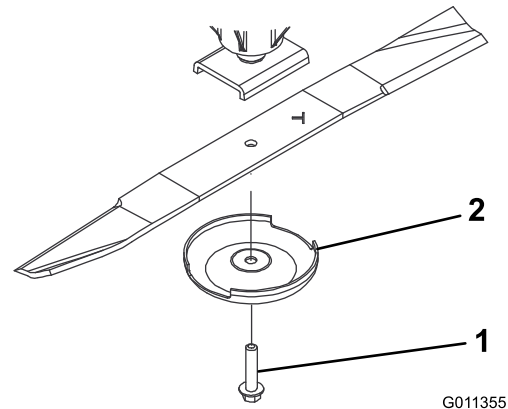

Figure 83
2. Tenez la lame par son extrémité avec un chiffon ou un gant épais. Enlevez le boulon, la coupelle de protection et la lame de l'axe de pivot (Figure 83).
3. Montez la lame, ailette vers l'unité de coupe, et fixez-la avec la coupelle de protection et le boulon (Figure 83). Serrez le boulon de la lame à un couple de 115 à 149 N·m.